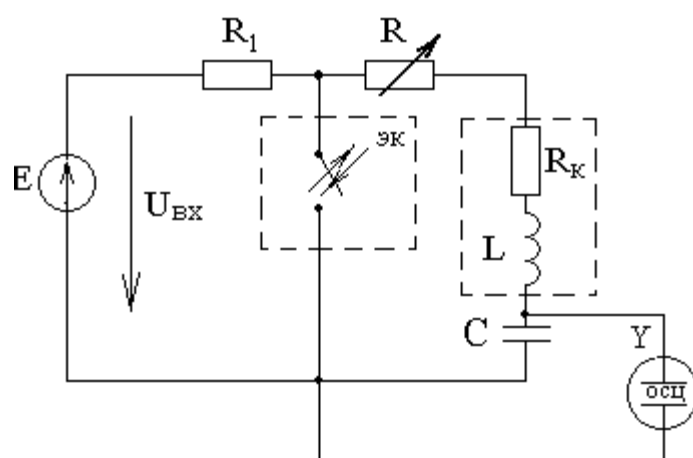

Рисунок 5.2
5.2.6 Собрать цепь (рисунок 5.2)